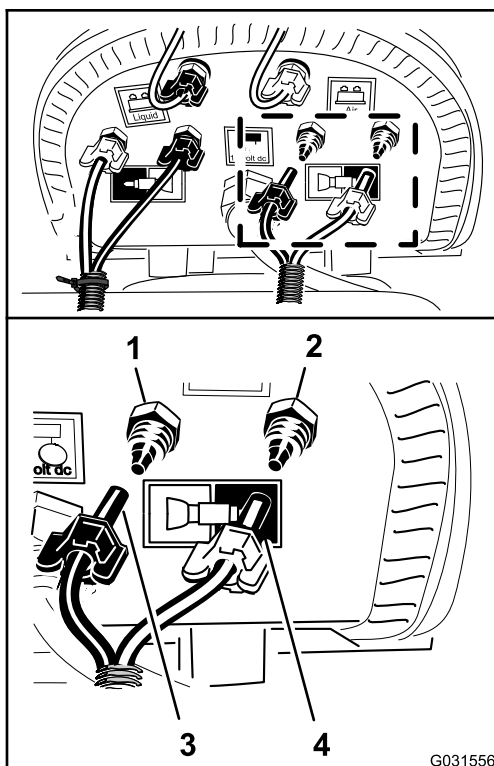

Figura 214
- Conecte el tubo no marcado (sin brida) alineando el tubo azul de la sección de brazo izquierda en el acoplamiento de compresión del circuito de agua de la sección de brazo izquierda (Figura 214).
8. Ensamble la tuerca de compresión del tubo en el acoplamiento y apriete la tuerca a mano (Figura 214).
9. Alinee el tubo transparente de la sección de brazo izquierda en el acoplamiento de compresión del circuito de aire de la sección de brazo izquierda (Figura 214).
10. Ensamble la tuerca de compresión del tubo en el acoplamiento y apriete la tuerca a mano (Figura 214).